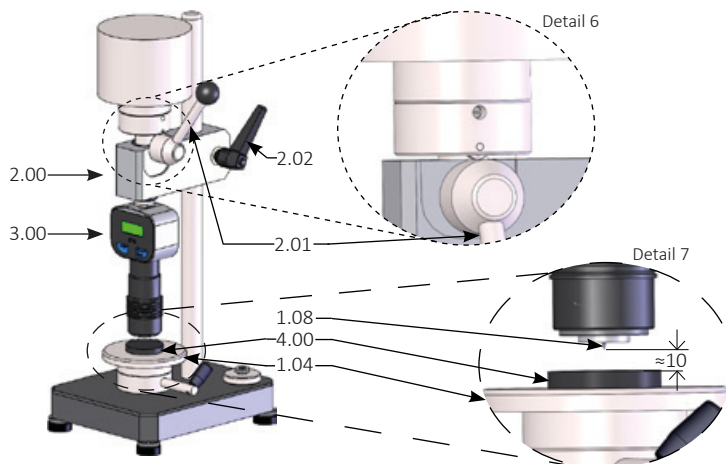

Abb. 7 Härteprüfung Shore D, C, D0
- › Verschieben Sie den Aufnahmearm, so dass sich der Eindringkörper des Härteprüfgerätes (3.00) vertikal ≈ 10 mm über dem Prüfling befindet (siehe Detail 6, Abb. 7).
- › Schwenken Sie den Belastungshebel (2.01) nach unten, bis das Gewicht nicht mehr auf der Exzentscheibe des Belastungshebels (2.01) aufliegt (siehe Detail 6, Abb. 7).